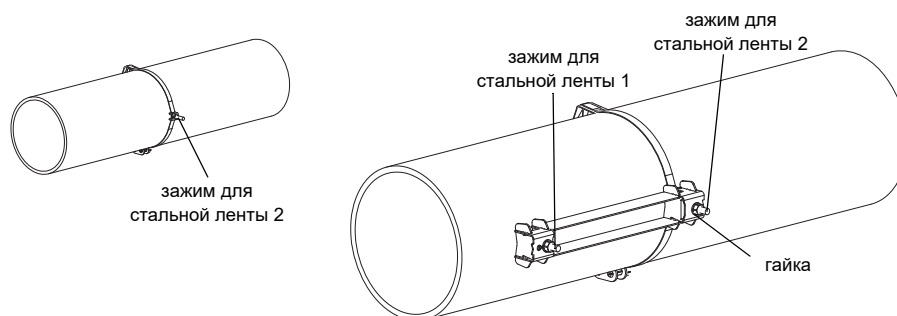

Рис. 8.18: Рельс, с одной стороны прикрепленный к трубе
- Прикрутите рельс к зажиму для стальной ленты 2 (смотри Рис. 8.18).